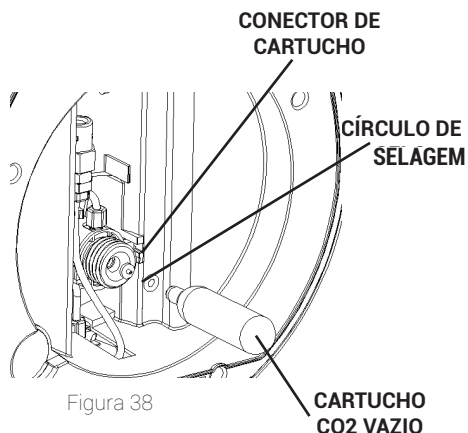

Figura 38
2. Instale uma nova sonda de perfuração de cartucho no regulador (deixe a ponta afiada virada para o lado de fora, em direção ao local onde será colocado o cartucho de CO2) e instale a arruela de vedação (veja a figura 38). Não remova outras peças do regulador no processo de substituição